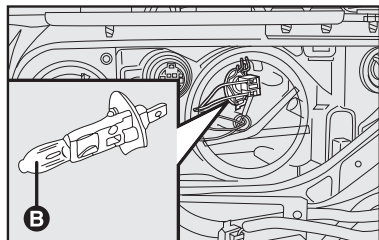

fig. 18
FARÓIS ALTOS - fig. 18
- Extrair a lâmpada **B-fig. 18** e substituí-la;